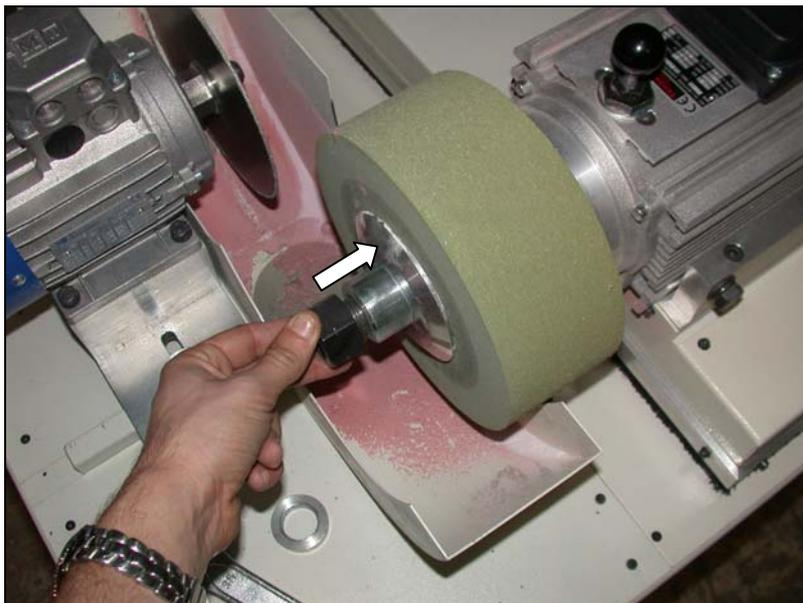

Fig.8.4
- Completare il montaggio della mola da sagomare montando i distanziali in dotazione ed il bullone di serraggio come mostrato in Fig.8.4.